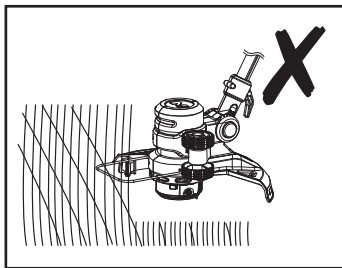
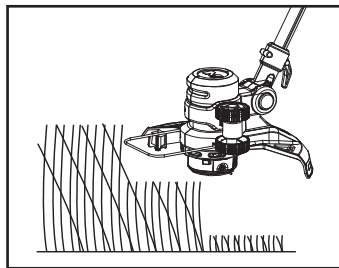

Fig. 18
Fig. 19
7. Certifique-se de que o dispositivo de corte permanece limpo e livre de cortes que possam causar o seu encravamento. Verifique regularmente. Solte o interruptor para ligar / desligar (2) e desligue o produto da fonte de alimentação antes de verificar.
8. Apare a relva mais alta por fases; não corte relva alta com um só corte (Fig. 18). Para obter os melhores resultados, corte a relva mais alta por fases (Fig. 19).